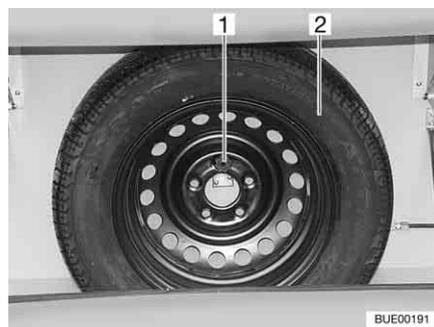

Bild 221 Ersatzrad-Halterung
Die Ersatzrad-Halterung ist im Gaskasten angebracht. Das Ersatzrad (Bild 221,2) ist gegen Aufpreis erhältlich.
- Schraube (Bild 221,1) lösen.
- Ersatzrad (Bild 221,2) entnehmen.